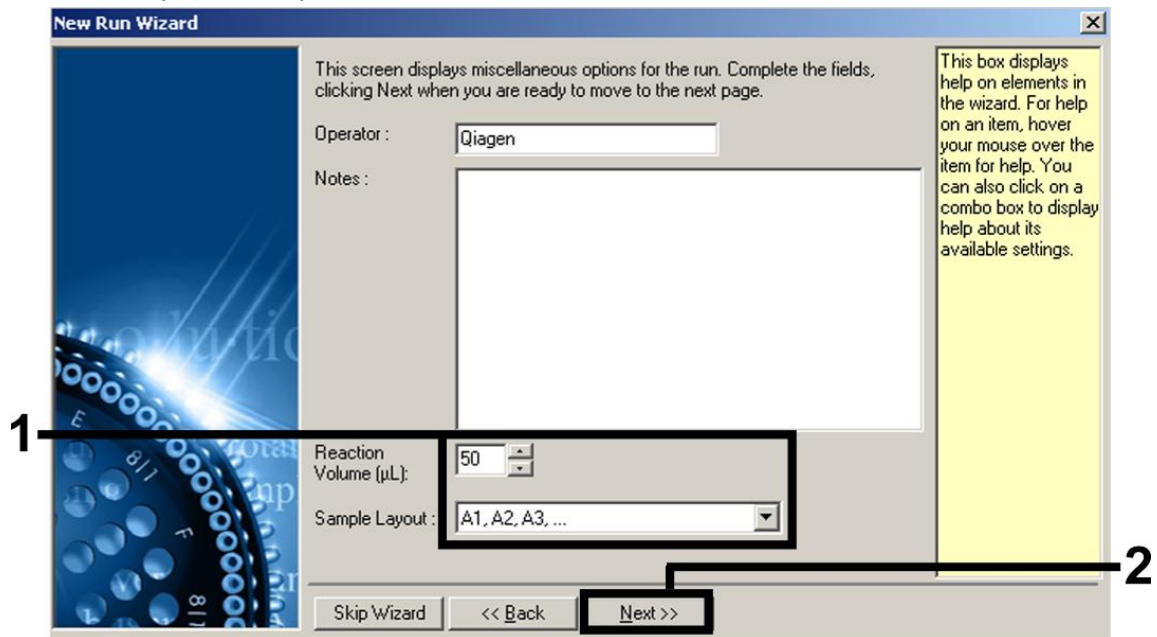

Figure 8. Définition des paramètres généraux d'analyse.
5. Sélectionner 50 pour le volume de réaction de la PCR et cliquer sur « Next » (figure 8).